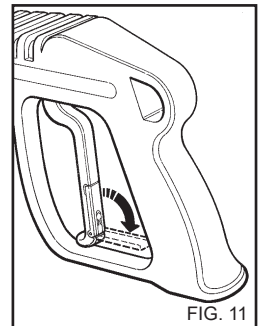

FIG. 11
- Når højtryksrenseren ikke anvendes, skal håndtagets sikkerhedsanordning (fig. 11) slukkes.